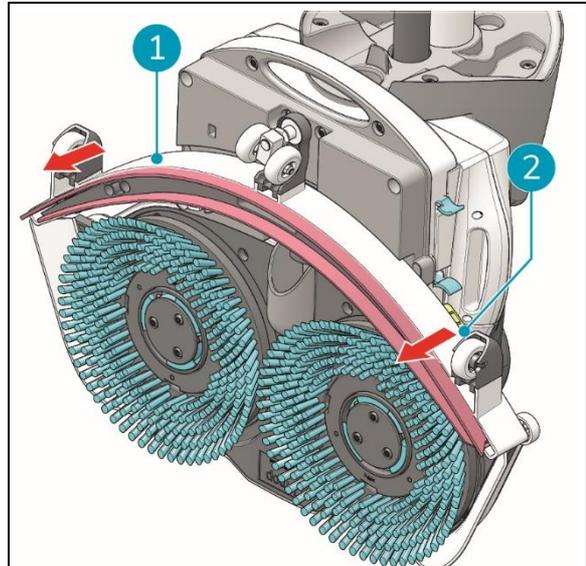

Figura 29
3. Tirare il lato sinistro del tergilavaggio per rimuoverlo (Figura 29, pos. 1).
4. Tirare il lato destro del tergilavaggio per rimuoverlo (Figura 29, pos. 2).